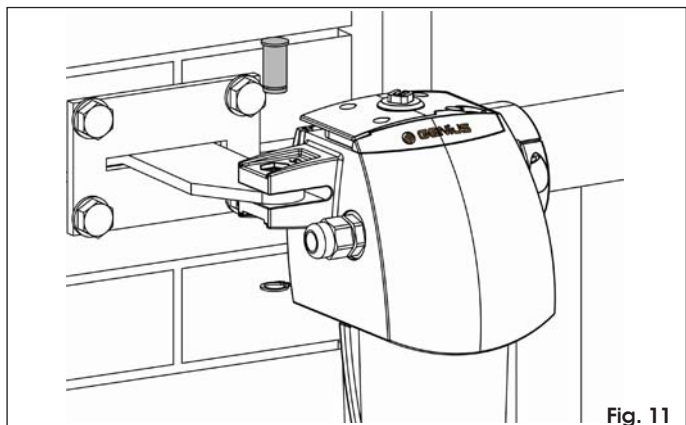

Fig. 11
2. Bevestig de aandrijving aan de zojuist bevestigde achterste beugel met behulp van de bijgeleverde pennen en elastische ringen (Fig. 11).